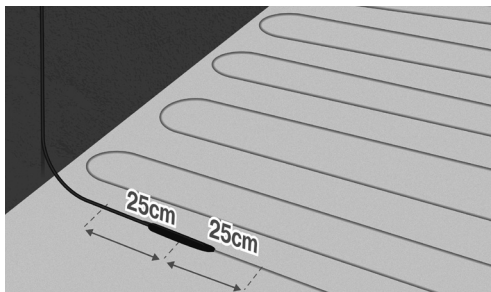

Fig. 9 Placer kablet lige på hver side af samlingen
7. Samlingen mellem koldkabel og varmekabel fastgøres ca. 25 cm på hver side målt fra center af samling. Bemærk at starte således koldkabel kan nå op til termostat. (fig. 9).